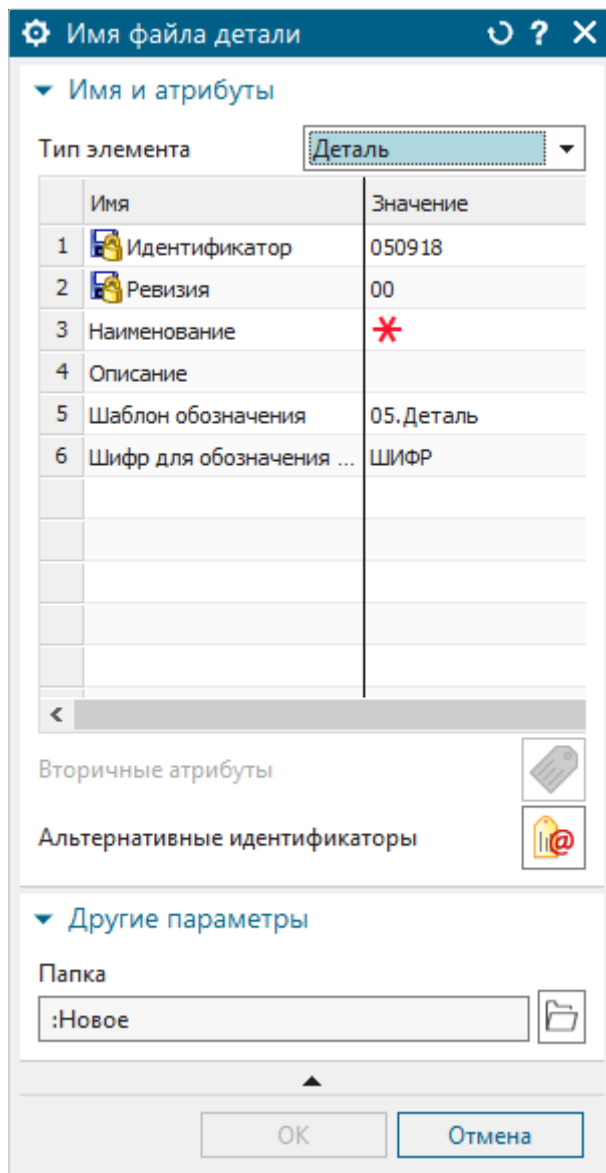

Рисунок 311. Окно «Имя файла и детали»
- 3) В окне «Имя файла и детали» назначить тип элемента «Деталь», а также изменить значение атрибута «Идентификатор» и задать «Наименование» (обязательный атрибут). При необходимости можно задать описание и другие атрибуты (см. рисунок 311).